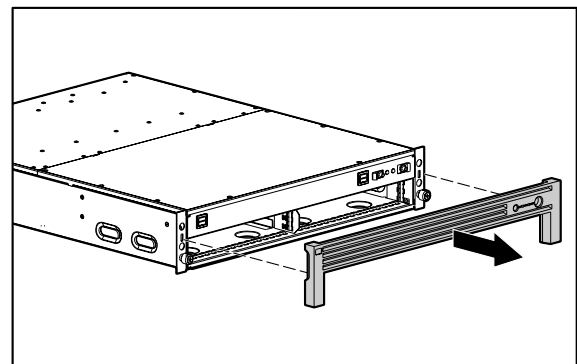

Afbeelding 5: De controller verwijderen
1. Druk op de vergrendeling en draai de vergrendelingshendel naar buiten ❶.
2. Trek de controller recht uit het chassis ❷, zoals weergegeven in Afbeelding 5.